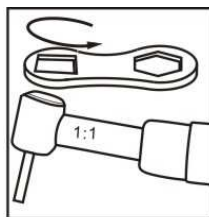

Fig. 5.2
- (2) Usar la llave adjunta para retirar la tapa [Fig.5.2].
- (3) Usar la fresa para sacar el cartucho.
- (4) Insertar el nuevo cartucho en el cabezal de la pieza de mano, asegurándose de que la pequeña parte alzada queda bien alineada con el frontal del cabezal para que encajen bien.